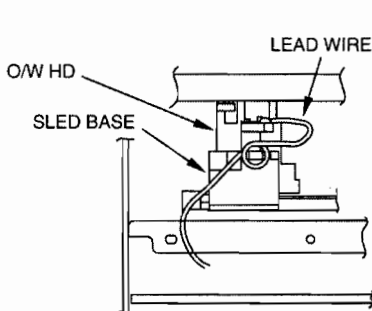

Fig. 3-1
- Do not mistake SW NOB (L) for SW NOB (S) when reassembling.
- Be careful not to deform the O/W HD ②⑤ when handling it.
- Apply screw-locking compound to the tip of the screw ②④ after reinstalling the O/W HD.
- Coil the O/W HD lead wire around the SLED BASE ①⑦ once and twist it more than twice. (Fig. 3-1)
- 組立時、SW NOB (L)と SW NOB (S)を間違えないこと。
- O/W HD ②⑤ を変形させないように取り扱いに注意すること。
- O/W HD 取付後は、ネジ ②④ の先端にネジロックを塗布する。
- O/W HD リード線は、SLED BASE ①⑦ に 1 ターン巻き付け、2 回以上よじる。(Fig. 3-1)